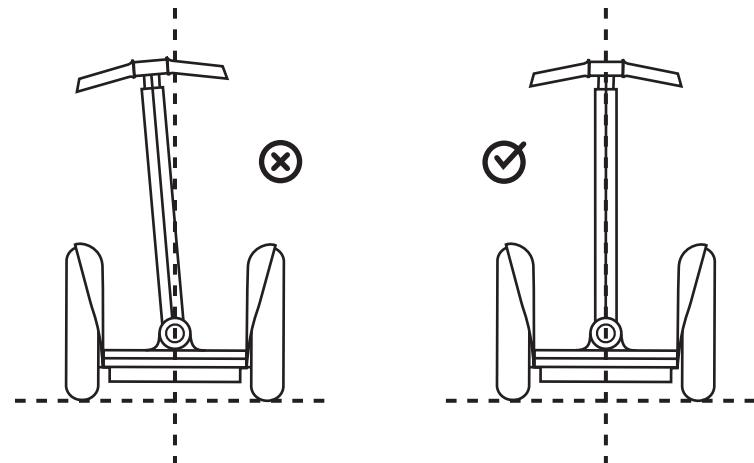

图 4. 将倾斜操纵架居中
- 在拧紧免工具释放杆之前，目视检查手把，确保其端正居中。如果不端正居中，请调节倾斜操纵架，将其调正居中。请参见图 4。